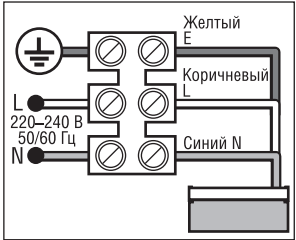

Рисунок 3
- Подключите питание согласно приведенной схеме подключения (Рис. 3). Подключите коричневый провод **L** к фазному, синий провод **N** к нейтральному, желтый **⊕** к заземляющему проводу сети. Подайте напряжение питания на светильник.